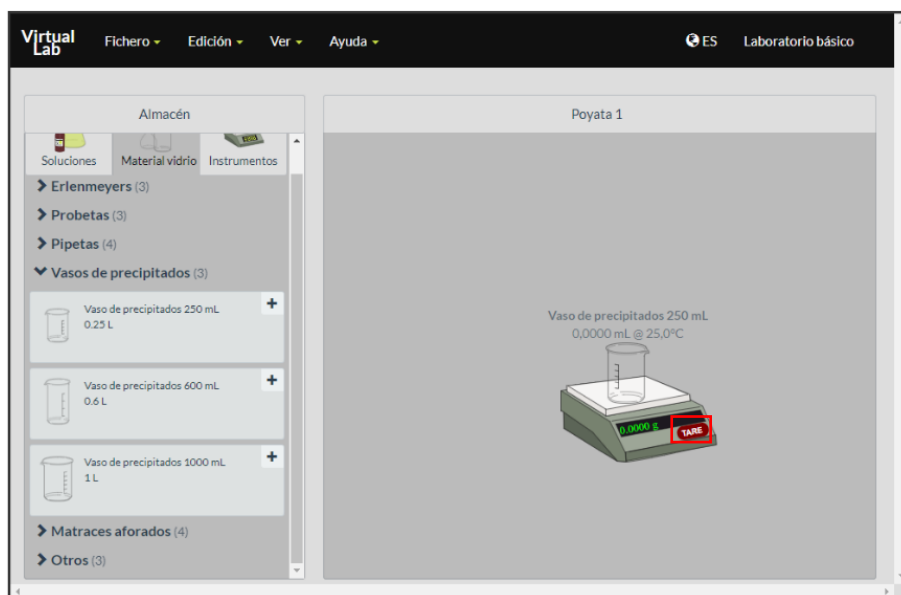

Figura 4. Simulador *Making stock solutions from solids*.
4. Presione el botón **Tare** en la balanza para tararla (figura 4).